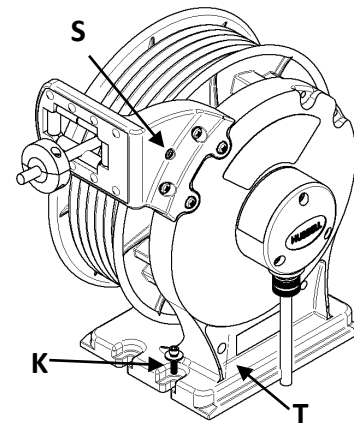

FIG. 3
- ATTENTION** - Dans le cas d'un montage en hauteur, recommander une chaîne de sécurité (non comprise) entre la base de l'enrouleur, le trou "T" (Fig. 3) et la surface du plafond pour prévenir une chute accidentelle.
- Option 1. Fixer solidement l'enrouleur au sol, au mur ou au plafond à l'aide de quatre boulons "K" (fournis par le client, ¼ boulons en acier inoxydable). (Fig. 3)
PRECAUCIÓN Si se monta sobre la cabeza, recomendar una cadena de seguridad (no incluida) entre la base del carrete a través del orificio "T" (Fig. 3) y la superficie del techo para evitar la caída accidental del carrete.
CAUTION: If mounting overhead, recommend a safety chain (not included) between reel base through the hole "T" (Fig. 3) and ceiling surface to prevent accidental reel drop.
► Option 1. Position reel on the floor, wall or ceiling. Secure into place by using four bolts "K" (customer supplied, 1/4 stainless steel bolts). (Fig. 3)
Loosen screw "S" (Fig. 3) to remove the Pawl to disengage the Ratchet Lock.
Desserrer la vis "S" (Fig. 3) pour retirer la languette et désengager le verrou du cliquet.
► Opción 1. Coloque el carrete en el piso, la pared o el techo. Asegúrelo en su lugar usando cuatro pernos "K" (suministrados por el cliente, ¼ pernos de acero inoxidable). (Fig. 3)
Afloje el tornillo "S" (Fig. 3) para retirar la guía para desenganchar el bloqueo del trinquete.